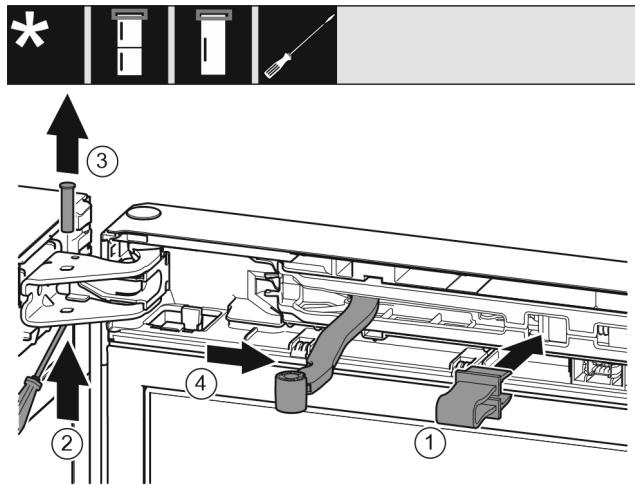

Fig. 6
- Κουμπώστε την ασφάλεια στο άνοιγμα. Fig. 6 (1)
- Ωθήστε έξω τον πείρο με το κατσαβίδι. Fig. 6 (2)
- Αφαιρέστε τον πείρο προς τα επάνω. Fig. 6 (3)
- Περιστρέψτε την άρθρωση προς την πόρτα. Fig. 6 (4)